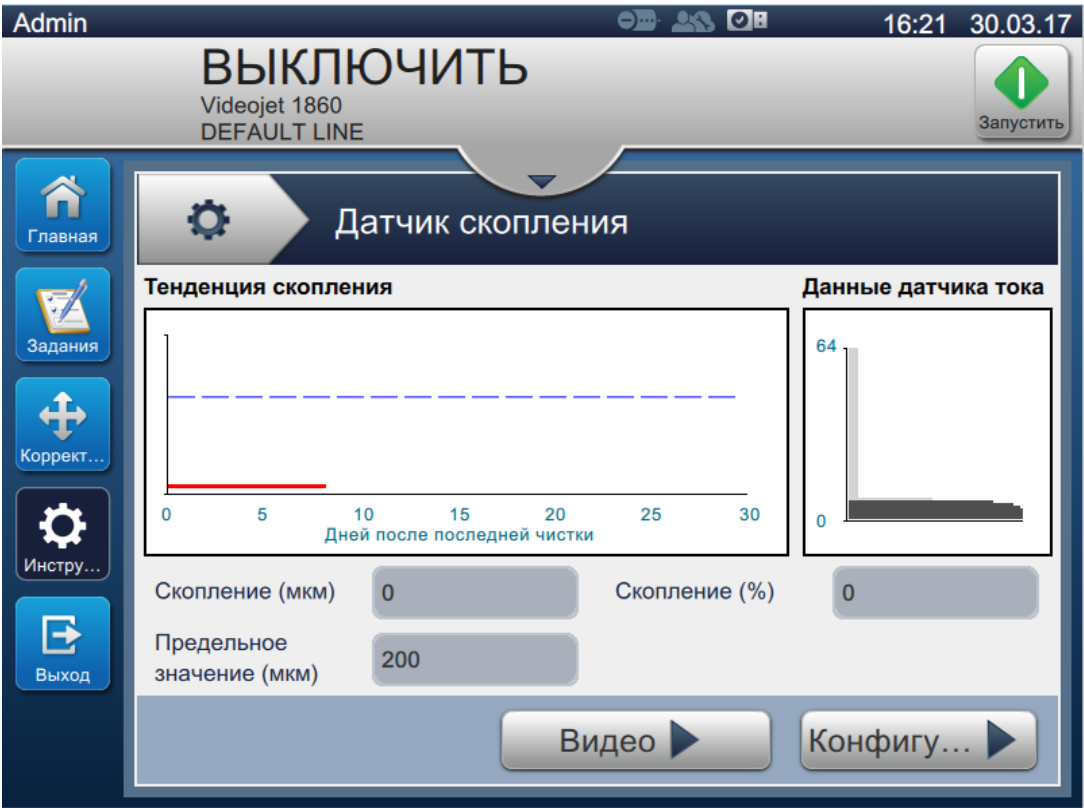

Рис. 6-25. Датчик скопления чернил
1. Нажмите кнопку  на экране «Инструменты». Откроется экран «Датчик скопления чернил», как показано на Рис. 6-25.